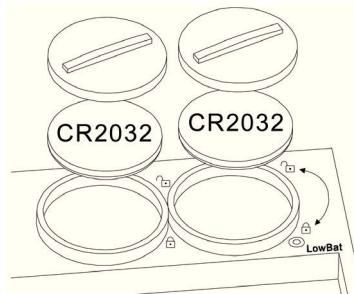

Рис. 9
7.11 Замена батареи (рис. 9). Помимо солнечной батареи для питания светофильтра АСФ применяются литиевые батареи CR2032 (2 шт.) в качестве резервного источника питания. Батареи могут работать ≈5000 часов.